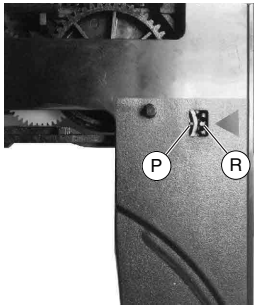

Fig. 11
- Schublade so aufsetzen, dass der mittlere Zahn (R) (Fig. 11) der Schublade in die markierte Lücke (P) des Zahnrades greift.
- Fit the tray so that the centre tooth (R) (Fig. 11) of the tray engages into the marked gap (P) of the toothed wheel.